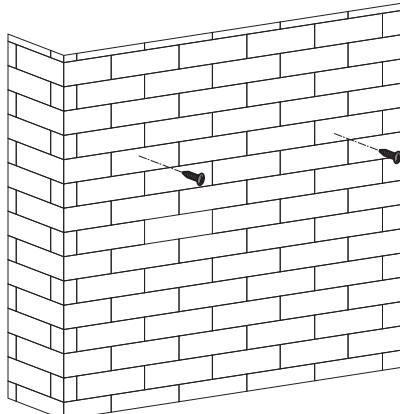

Figure 3
- Insérer les chevilles dans les trous, puis visser deux vis ST4 × 30 mm dans les trous. Voir la figure 3.